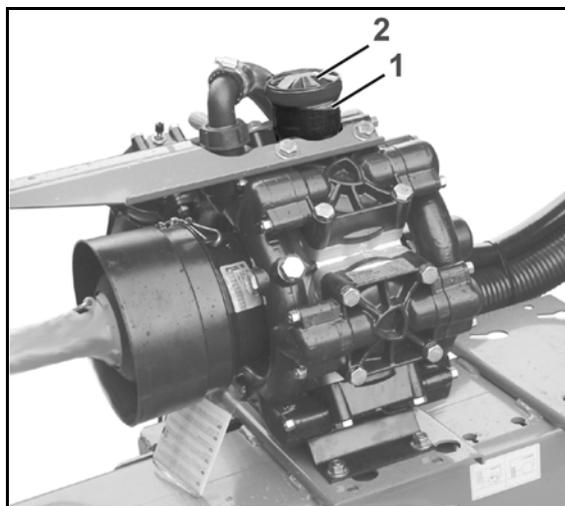

Fig. 189
1. Aflojar la contratuerca del tornillo de ajuste (Fig. 189/1).